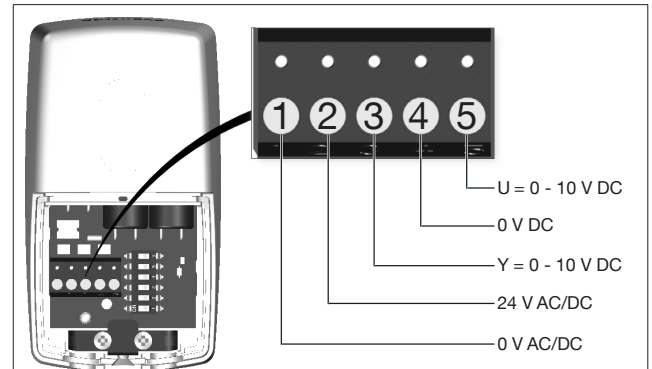

Abb. 5: Anschlussbelegung
(1)	0 V AC/DC - blau (BU)
(2)	24 V AC/DC - braun (BN)
(3)	Ansteuerung 0 - 10 V DC - grau (GY)
(4)	Stellungs-Rückmeldung 0 V DC - gelb (YE)
(5)	Stellungs-Rückmeldung 0 -10 V DC - grün (GN)
- Stellen Sie die Spannungsversorgung entsprechend der Belegung in Abb. 5 her.